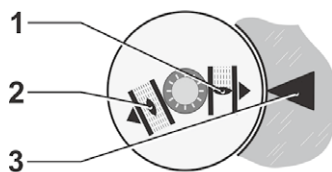
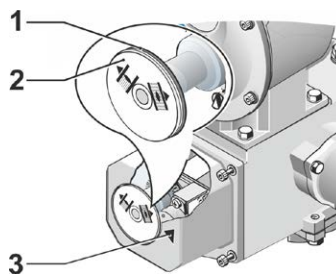

图1：机械位置指示牌上的符号
图2：调整机械位置指示牌
3. 转动带有红色标记的白色圆盘（如图2中1所示），直到这个红色标记（如图1中1所示）对准信号齿轮单元外罩上的箭头（3）为止。
5. 保持白色表盘的位置（如图2中1所示）不动，并转动透明表盘（如图2中2所示），直到这个绿色标记（如图1中2所示）对准信号齿轮单元外罩上的箭头（3）为止。